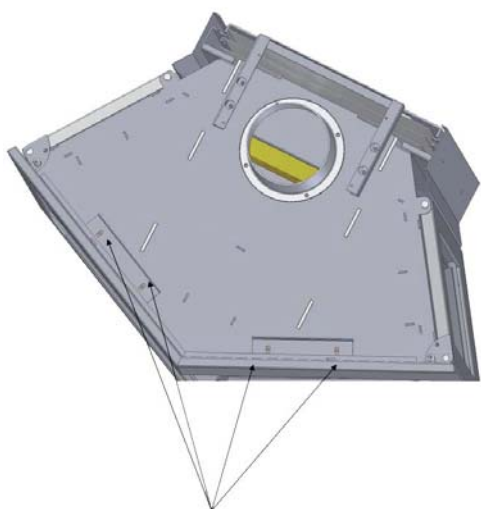

Figure 8 Vue d'en haut du Diamant avec étriers
- Ecartez la plaque supérieure et dévissez les deux étriers (voir la figure 8).